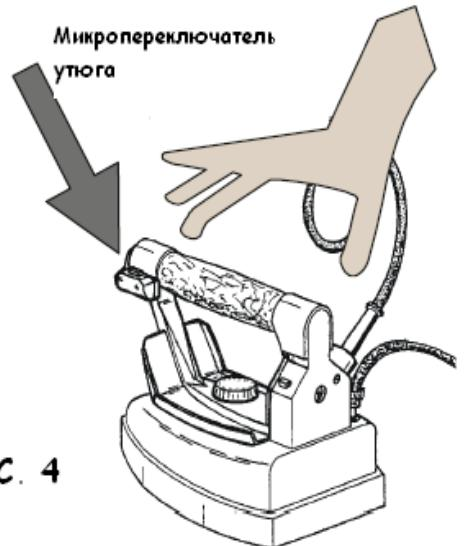

РИС. 4
(рис.4), так что пар начал выходить: данная операция должна осуществляться для разогрева труб внутри утюга. Таким образом вы предотвращаете возникновение мелких капель конденсата внутри утюга. Регулировка пара обеспечивается поворотом по часовой или против
1. переместите утюг на одежду, нажав микропереключатель для пара на утюге (рис.4). А для наилучшего результата,